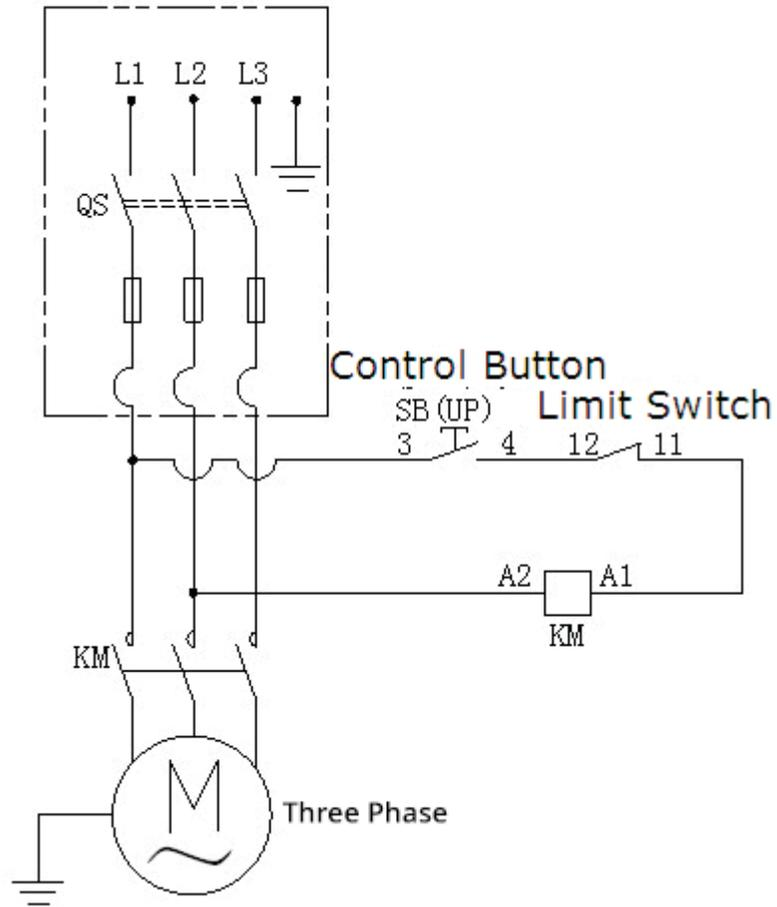

Fig. 38
1. Circuit diagram (See Fig. 38)